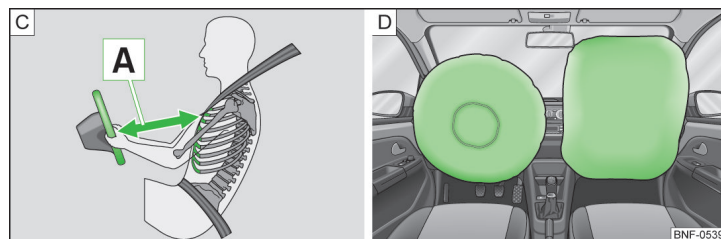

Fig. 8 Distancia de seguridad con respecto al volante/Airbags rellenos de gas
Al activarse, los airbags se llenan de gas y se despliegan delante del conductor y el acompañante » fig. 8 - [D]. Al sumergirse la cabeza y el tórax en el airbag completamente inflado, se amortigua el movimiento hacia delante del conductor y del acompañante, y se reduce así el riesgo de lesiones en esas partes del cuerpo.
- Es importante que el conductor y el acompañante mantengan una distancia mínima de 25 cm con respecto al volante o al cuadro de interruptores [A] » fig. 8. Si no respeta la distancia mínima, el sistema de airbag no podrá protegerle. ¡Peligro de muerte! Además, los asientos delanteros siempre deben estar correctamente ajustados a la estatura del ocupante.